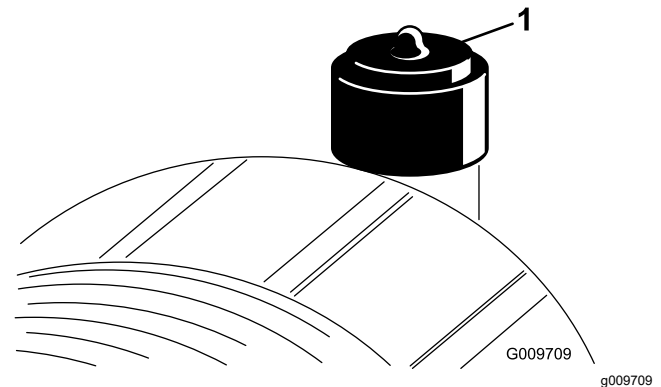

Figura 87
Revise el filtro del limpiador de aire únicamente cuando el indicador de mantenimiento (Figura 87) lo requiera. El cambiar el filtro antes de que sea necesario sólo aumenta la posibilidad de que entre suciedad en el motor al retirar el filtro.
2. Reinicie el indicador (Figura 87) si se ve rojo.